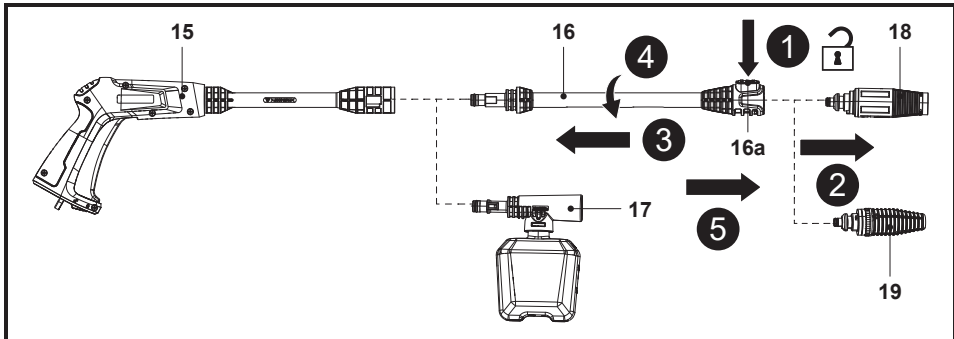

Fig. 3
**NOTA:** Cuando dos componentes están conectados de forma correcta, no es posible desconectarlos simplemente tirando de ellos. Todos los accesorios de la pistola pulverizadora deben insertarse en la pistola pulverizadora (15) para un uso adecuado.
4. Para desconectar la boquilla, pulse el botón de bloqueo (16a) mientras la sujeta en su sitio; a continuación, tire de la boquilla hacia fuera (Fig. 3, pasos 1 y 2). Vuelva a instalar la boquilla que necesite.
5. Para desconectar la lanza de prolongación (16) o la boquilla de la botella de detergente (17), presione la lanza de prolongación (16) y gírela hacia la izquierda para extraerla (Fig. 3, pasos 3, 4 y 5). Vuelva a instalar el accesorio de pistola pulverizadora que necesite.